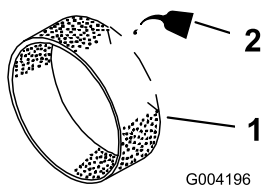

Figura 156
- Amplasai pe prefiltru 3 – 6 cl de ulei (Figura 156).